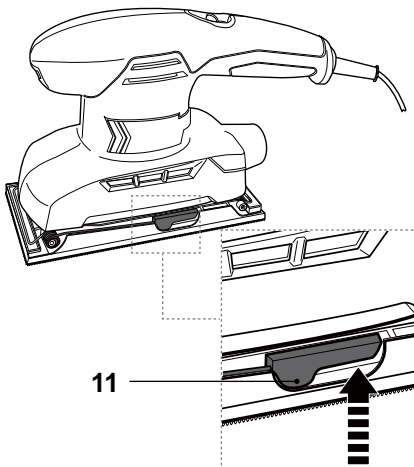

Fig. 3
- > Puxe a alavanca de fixação (11) para cima para desenganchá-la do fecho (Fig. 3).